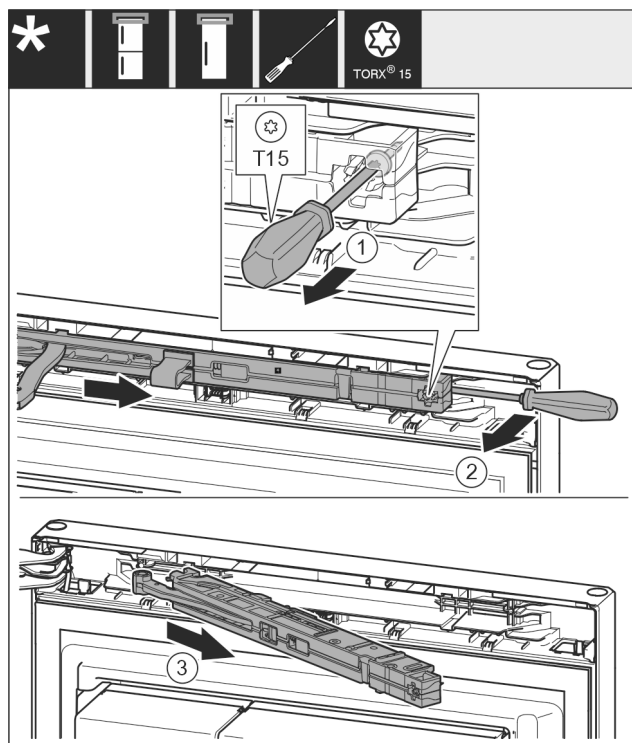

Fig. 13
- Ослабьте винт Fig. 13 (1) на узле амортизатора закрывания двери с помощью отвертки на 14 мм.
- При помощи отвертки отведите узел амортизатора закрывания двери Fig. 13 (2) со стороны ручки вперед.
- Извлеките узел амортизатора закрывания двери Fig. 13 (3).